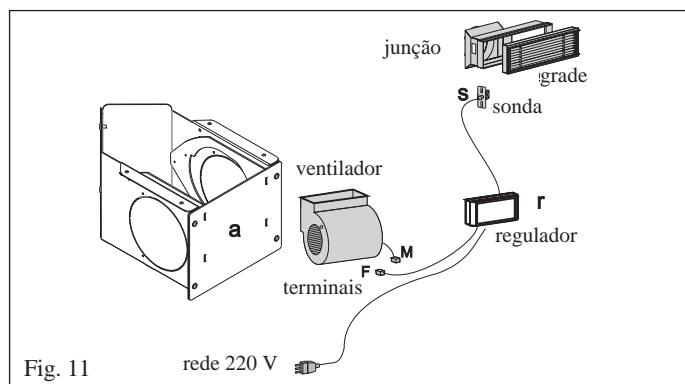
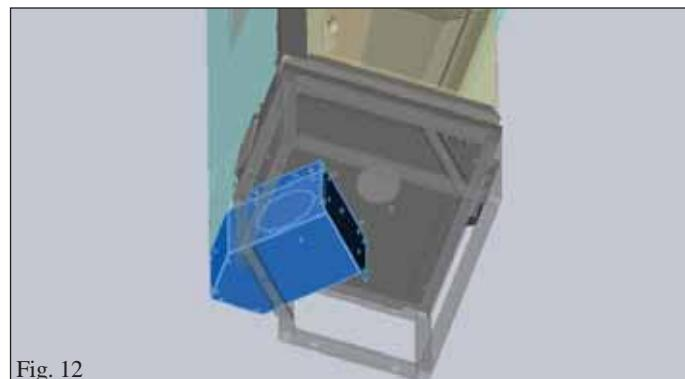

Fig. 11
Fig. 12
- Ligar os dois conectores M e F (fig. 11).
- Retirar uma das duas tampas previamente cortadas que há na caixa de metal (fig. 11/12) para consentir a passagem do cabo desde o ventilador até o regulador.
- A partir do regulador (r - fig. 11) ligar o cabo de alimentação à tomada de corrente eléctrica.
- O cabo com a sonda (s - fig. 11) deve ser, por sua vez, ligado a um dos bocais (b - fig. 12) de saída do ar quente normalmente presentes na tampa.